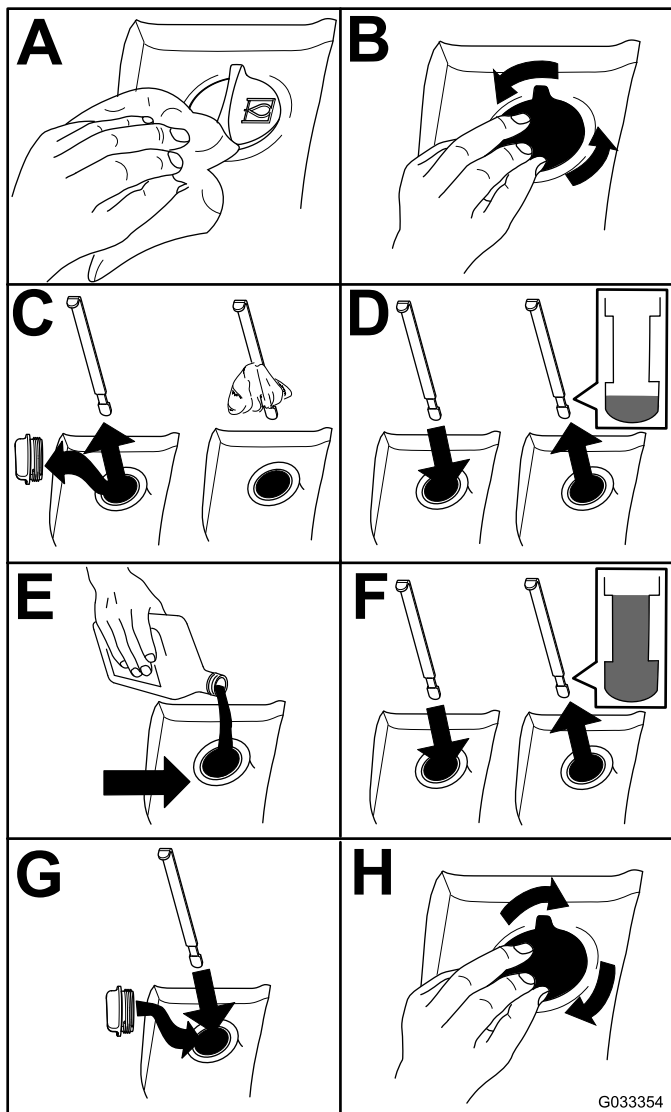

Рисунок 75
2. Проверьте уровень гидравлической жидкости (Рисунок 75).